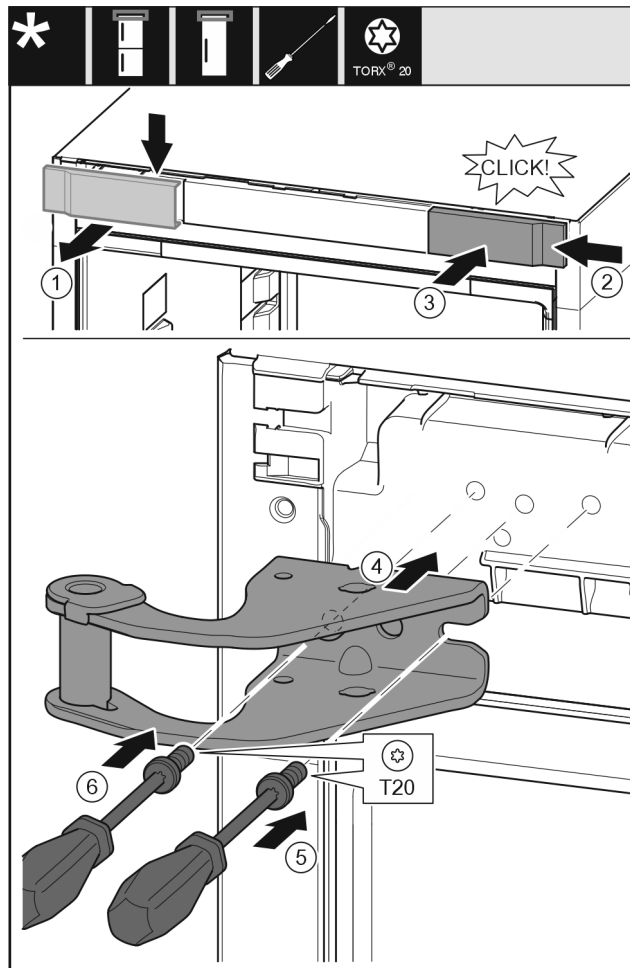

Fig. 14
- ▶ Snemite pokrov Fig. 14 (1) od zgoraj v smeri naprej.
- ▶ Pokrov Fig. 14 (2), obrnjen za 180°, namestite na drugo stran z desne strani.
- ▶ Zaskočite pokrov Fig. 14 (3).
- ▶ Pristavite zgornji ležajni podstavek Fig. 14 (4).
- ▶ Nastavite vijak Fig. 14 (5) z izvijačem in ga zategnite.
- ▶ Nastavite vijak Fig. 14 (6) z izvijačem in ga zategnite.